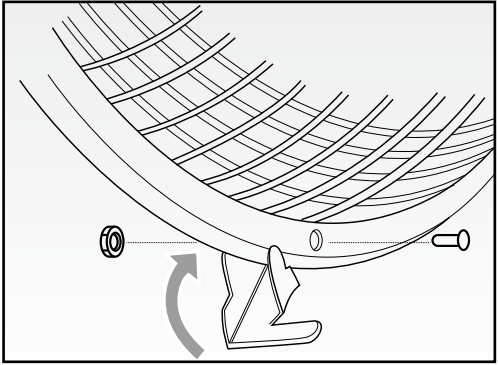
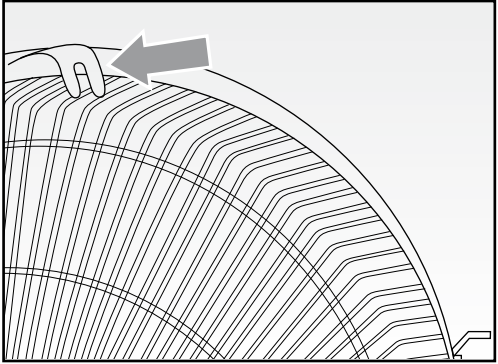

Fig. 2
Fig. 3
- Insert the main tube (P) into the apposite slot on the base (N) and lock it using the locking screws. Insert the cover (O) of the base by sliding it along the same.
- Position the appliance into the main tube (P) and lock it.
- Position the rear grid (E) onto the shaft (F) of the motor unit (G) and fix it by inserting and rotating the apposite ring nut (D) clockwise until it locks in place.
- Insert the blade (C) onto the motor shaft (F) and slightly press it.
- Lock the blade (C) by screwing the corresponding front ring nut (B) on the shaft, until it locks in place.
- Assemble the front grid (A) with the rear one (E) by means of the apposite hook on the front grid (A) and lock them together by screwing with a screwdriver and corresponding screw (Fig. 2). Close the clips around the front grid edges so that they lock both grids (Fig. 3).
- Introduisez la barre principale (P) dans la fissure située sur la base (Q) et bloquez-le à l'aide des vis de fixage. Introduisez la protection (O) de la base en la faisant coulisser sur la base même.
- Positionnez l'appareil sur la barre principale (P) et assurez son blocage.
- Placez la grille arrière (E) sur l'axe (F) du bloc moteur (G) et fixez-la en introduisant et en tournant la frette (D) vers la droite jusqu'au blocage complet.
- Installez l'hélice (C) sur l'axe moteur (F) en exerçant une légère pression.
- Fixez l'hélice (C) en vissant sur l'axe sa frette avant (B) jusqu'au blocage complet.
- Assemblez la grille avant (A) avec celle arrière (E) en utilisant le crochet situé sur la grille avant (A), et bloquez-les ensemble en vissant la vis à l'aide d'un tournevis (Fig. 2). Fermez les clips de serrage autour des bords de la grille avant, de manière à bien enclencher les deux grilles (Fig. 3).
- Réglez la hauteur de l'appareil en tournant le bouton de réglage (M) vers la gauche. Bloquez le tube en tournant le bouton vers la droite.
- Die Hauptstange (P) in die entsprechende Öffnung des Sockels (N) einstecken und anhand der Befestigungsschrauben befestigen. Die Schutzabdeckung (O) auf den Sockel schieben.
- Das Gerät an der Hauptstange (P) anbringen und befestigen.
- Das vordere Gitter (E) auf die Achse (F) des Motorgehäuses (G) stecken und befestigen, indem der Gewindebolzen (D) im Uhrzeigersinn vollständig festgezogen wird.
- Das Laufrad (C) durch leichtes Drücken auf der Antriebsachse (F) montieren.
- Das Laufrad (C) sichern, indem der vordere Gewindebolzen (B) vollständig an der Achse festge-zogen wird.
- Das vordere (A) und das hintere Gitter (E) anhand des am vorderen Teil befindlichen Hakens miteinander verbinden und mit der zugehörigen Schraube zusam-menschrauben (Abb. 2). Die Clips am Rand des vorderen Gitters so schließen, dass sie beide Gitter umgreifen (Abb. 3).
- Die Höhe des Geräts einstellen, nachdem der Höhenverstellknopf (M) gegen den Uhrzeigersinn gedreht wurde. Zum Festziehen, den Verstellknopf im Uhrzeigersinn drehen.